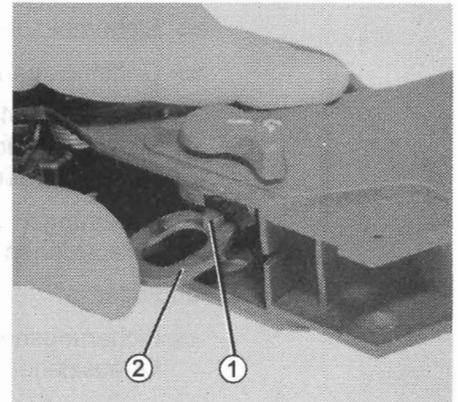

Bild 56 Raststück und/oder Druckfeder wechseln
- ⇒ Raststück gegen die Federspannung langsam nach oben entnehmen (Bild 56).